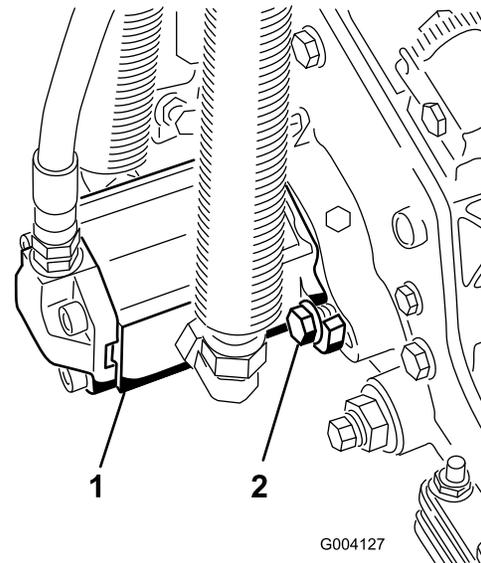

Figura 31
3. Para instalar el motor, gírelo en sentido horario para que las bridas del motor no choquen con los pernos (**Figura 31**).